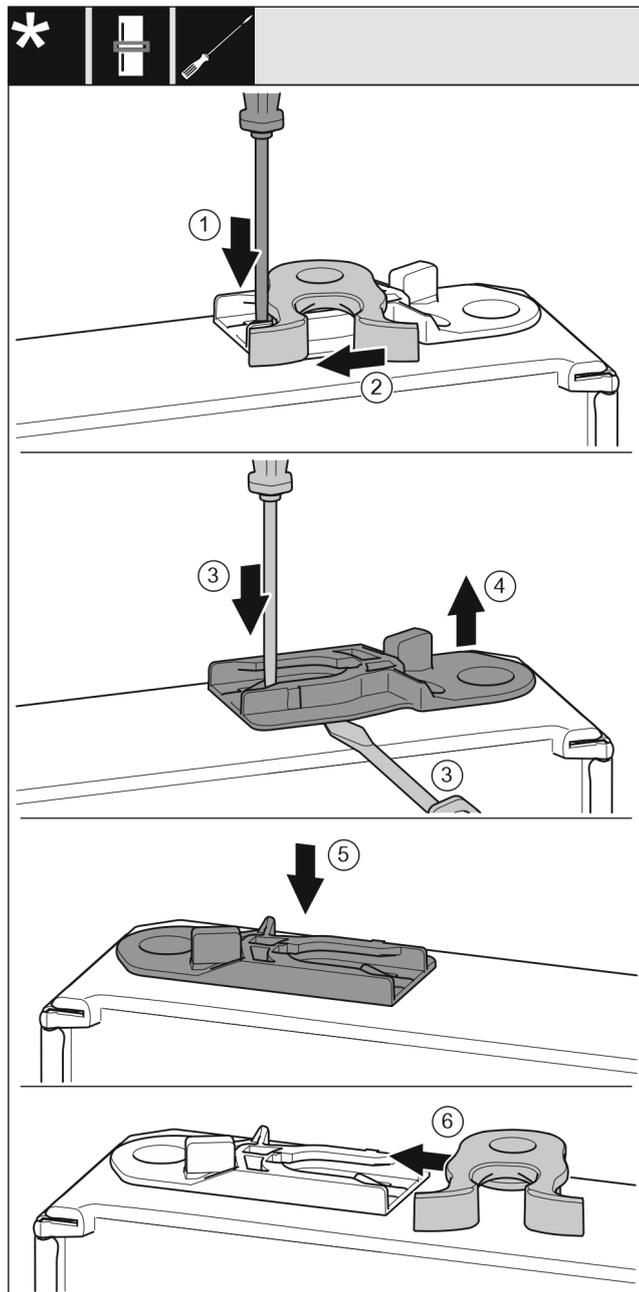

Fig. 18
- ▶ S ploščatim izvijačem potisnite spono navzdol. Fig. 18 (1)
- ▶ Zapiralni kavelj povlecite iz vodila. Fig. 18 (2)
- ▶ Izvlecite vodilno pušo: Pritisnite spono s ploščatim izvijačem in ga hkrati potisnite pod vodilno pušo. Fig. 18 (3, 4)
- ▶ Vstavite vodilno pušo, ki je vsebovana v obsegu dobave, na drugi strani ohišja. Fig. 18 (5)
- ▶ Potisnite zapiralni kavelj v vodilo. Fig. 18 (6)